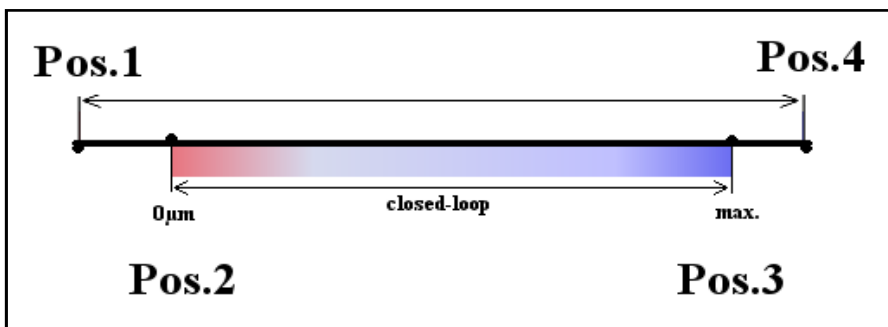

Abbildung 1: Übersicht Stellwege im geregelten und ungeregelten Betrieb
- alle Potentiometer befinden sich am linken Anschlag (Pos.1, siehe Abbildung 1)
- das Display zeigt die Position 1 des Aktors im ungeregelten Betrieb (siehe Abbildung 1 auf Seite 10)
- Drehen Sie das Potentiometer wieder auf Rechtsanschlag. Der maximale Hub des Aktors im geregelten Betrieb wird angezeigt (Position 3). Der totale Hub des Aktors im geregelten Betrieb errechnet sich aus Position 3 – Position 2 (siehe Abbildung 1 und Daten der Kalibrierung).